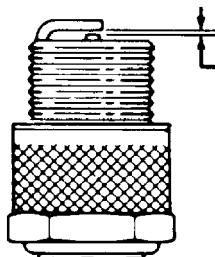

図 31
3. エア・ギャップを0.7~0.8 mmに調整する(図 31)。点火プラグを取り付けて、.